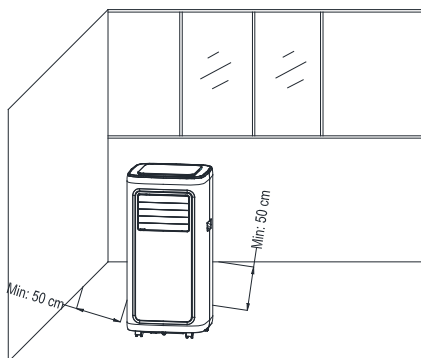

Figura 4
1) Spostare l'apparecchio con il tubo di calore installato e i raccordi installati davanti alla finestra, mantenendo una distanza tra il corpo e le pareti o altri oggetti di almeno 50 cm (come mostrato nella Figura 4).